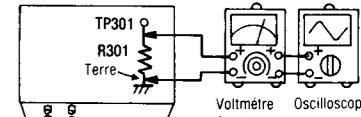

Fig. 6
- Le raccordement de l'équipement d'essai est montré à la Fig. 6.